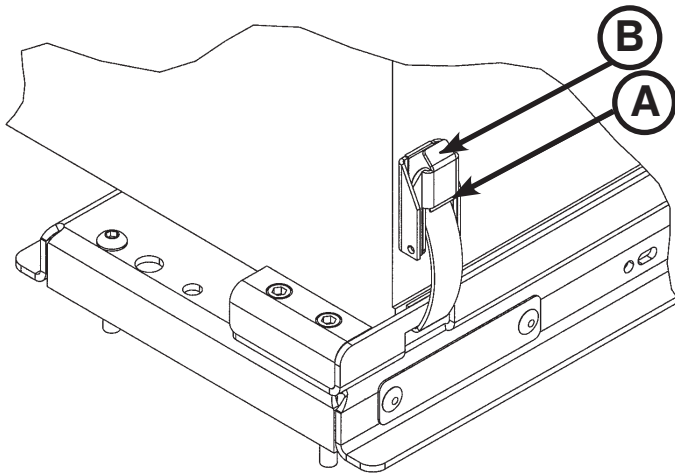

Figure 36 : Incubateur Airborne™ Side-by-Side
1. Pousser la languette du loquet (A) vers le bas pour libérer la languette du loquet (B), comme le montre la Figure 36.
2. Tirer la languette du loquet (B) vers le bas et ouvrir chacun des loquets aux quatre coins de l'incubateur.
4. Introduire chaque loquet dans sa fente au niveau de l'adaptateur. Pousser le loquet (B) vers le haut pour fermer les loquets. Vérifier que les quatre loquets sont fermement fixés.